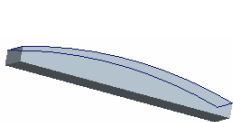
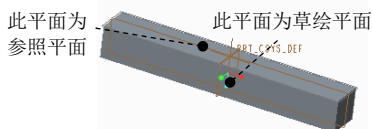
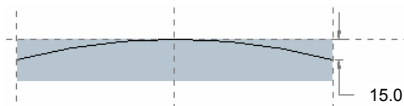

图 5.38.125 拉伸 2
图 5.38.126 定义草绘平面
图 5.38.127 截面草图
Step3. 创建图 5.38.125 所示的拉伸特征 2。在操控板中单击“拉伸”按钮 。在操控板中按下“移除材料”按钮 。选择图 5.38.126 所示的草绘平面和参照平面，方向为 **顶**；单击 **草绘** 按钮 ，绘制图 5.38.127 所示的截面草图，在操控板中选择拉伸类型为 ，输入深度值 55.0。单击  按钮，完成拉伸特征 2 的创建。